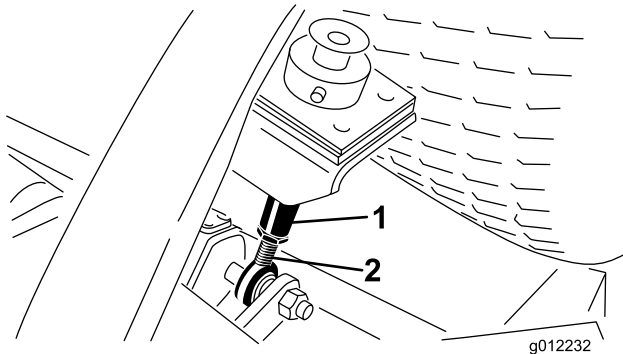

Bild 19
6. Lösen Sie die Klemmmuttern unten an den Schnitthöhenstangen (Bild 19).